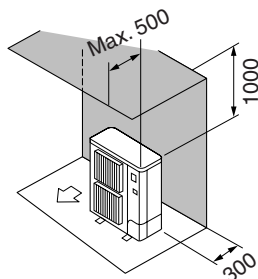

Fig. 2-3
- ② Enbart hinder på baksidan och ovsidan (Fig. 2-3)